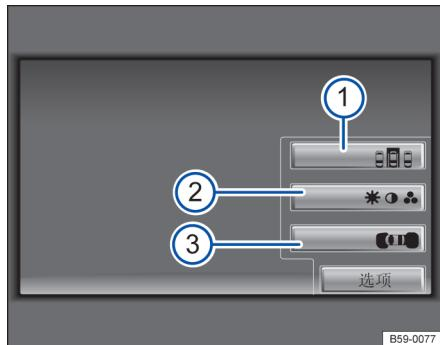

图 130 驻车模式功能按钮：模式 1 与模式 2 切换按键①
- 按压功能按钮②⇒图 130 即可更改屏幕的亮度、对比度或颜色显示。每个设置选项都有一个调节器。